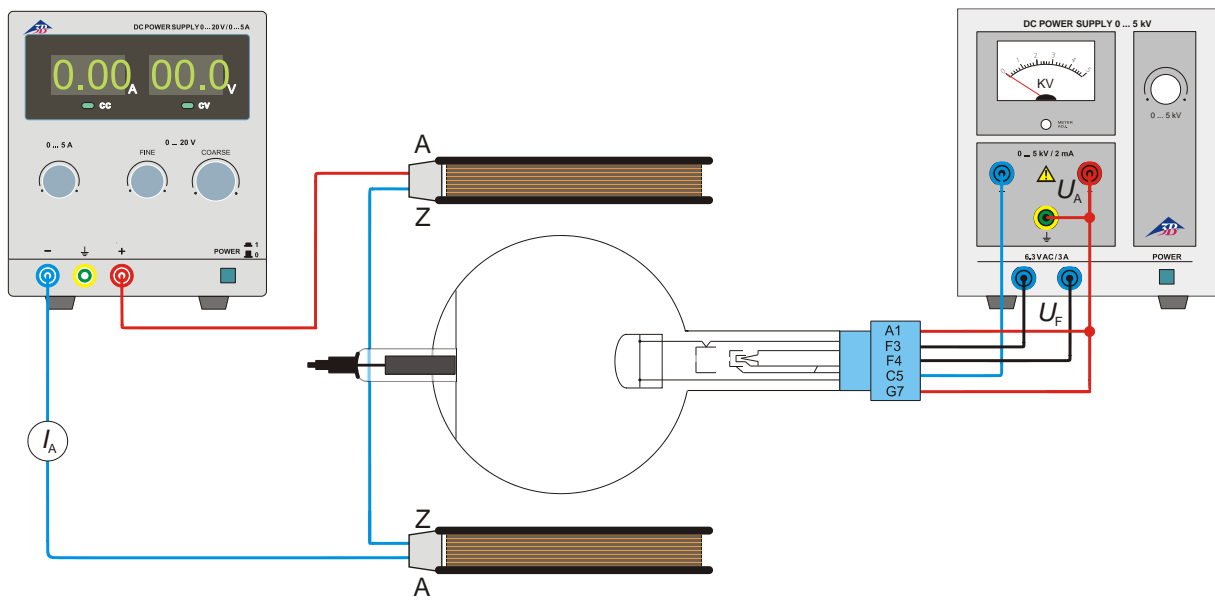

Fig. 3 Estimación de la carga específica del electrón e/m
- Realice el cableado de acuerdo con la Fig. 3.